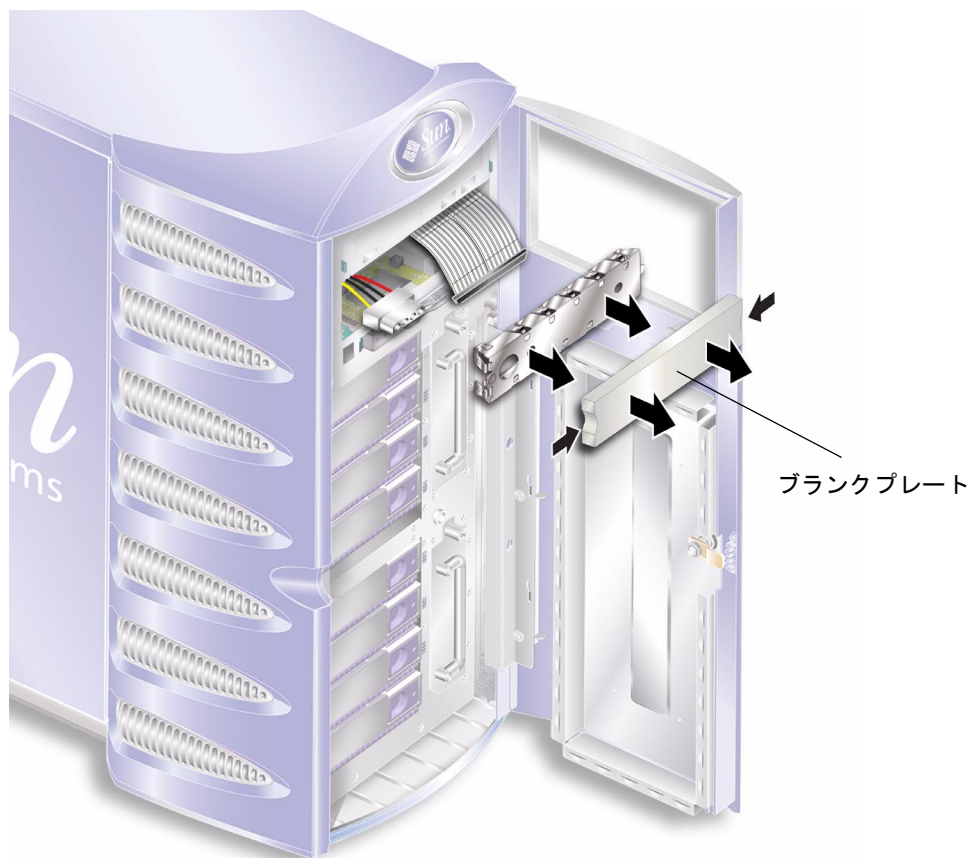

図 1-27 テープドライブの空白プレートの取り外し
4. ブランクプレートを取り外します。詳細は、図 1-27 を参照してください。